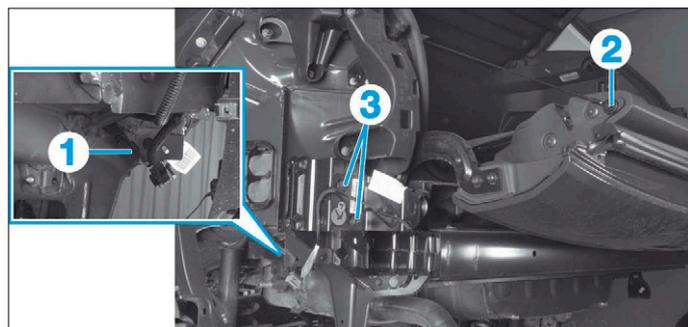

FIG. 101
- Débrancher le connecteur (1) (Fig.101).